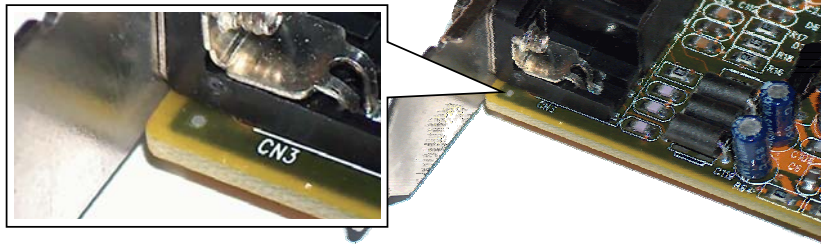

рис. 7-46
На рис. 7-46 я увеличу участок ①.